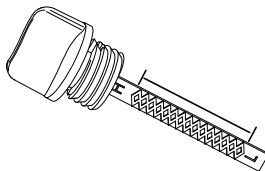

Figura 4-2. Rango de funcionamiento seguro
4. Consulte la **Figura 4-2**. Atornille la varilla del nivel en el cuello de llenado. Verifique que el nivel de aceite se encuentre dentro del rango de funcionamiento seguro.